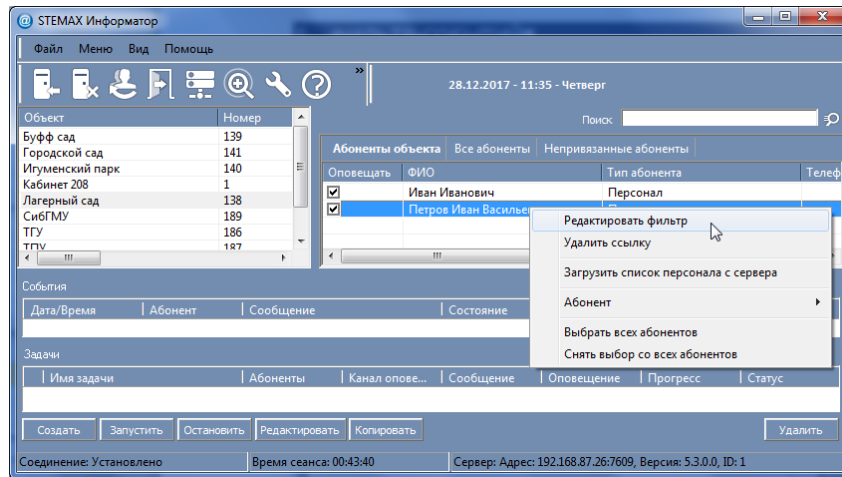

Рис. 13.32. Переход к редактированию фильтра событий
1. Щелкните правой кнопкой мыши по строке абонента в поле абонентов (вкладка *Абоненты объекта*) и в появившемся меню выберите пункт *Редактировать фильтр* (Рис. 13.32).